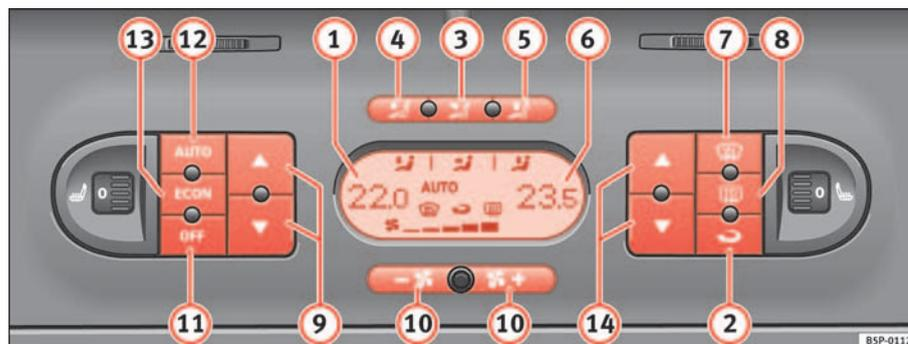

Fig. 125 Mandos del 2C-Climatronic en el tablero de instrumentos
- Pulse las teclas de regulación de temperatura ⇒ página 157, fig. 125 **9** ó **14** para ajustar la temperatura del lado izquierdo y derecho respectivamente.
- Pulse la tecla  ⇒ página 157, fig. 125. Aparece “AUTO” en el display.